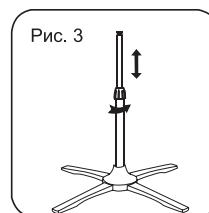

Рис. 3
- Ослабьте фиксатор выдвижной штанги (13), выдвиньте штангу (12) на желаемую высоту, зафиксируйте её также с помощью фиксатора (13) (рис. 3).